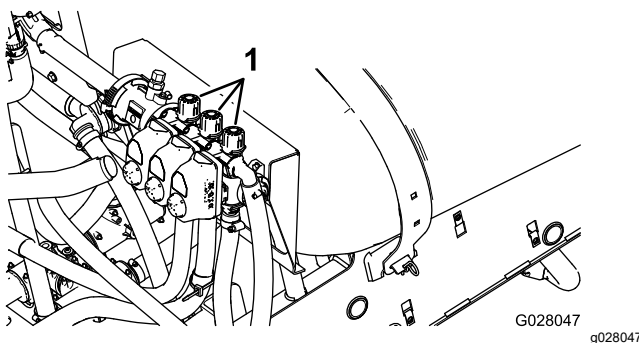

Figura 70
- Desligue o interruptor de secção esquerda e ajuste a válvula de derivação de secção esquerda (Figura 70) até que a leitura da pressão se encontre no nível previamente ajustado (habitualmente 2,75 bar).
- Ajuste a válvula de derivação da secção direita (Figura 70) até que a leitura da pressão se encontre no nível previamente ajustado (habitualmente 2,75 bar).
- Ajuste a válvula de derivação da secção central (Figura 70) até que a leitura da pressão se encontre no nível previamente ajustado (habitualmente 2,75 bar).